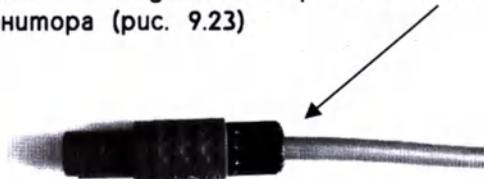

Рисунок 9.23
9.7.3.3 Подключите разъем кабеля инвазивного АД к разъему ИАД1 на задней панели монитора (рис. 9.23)